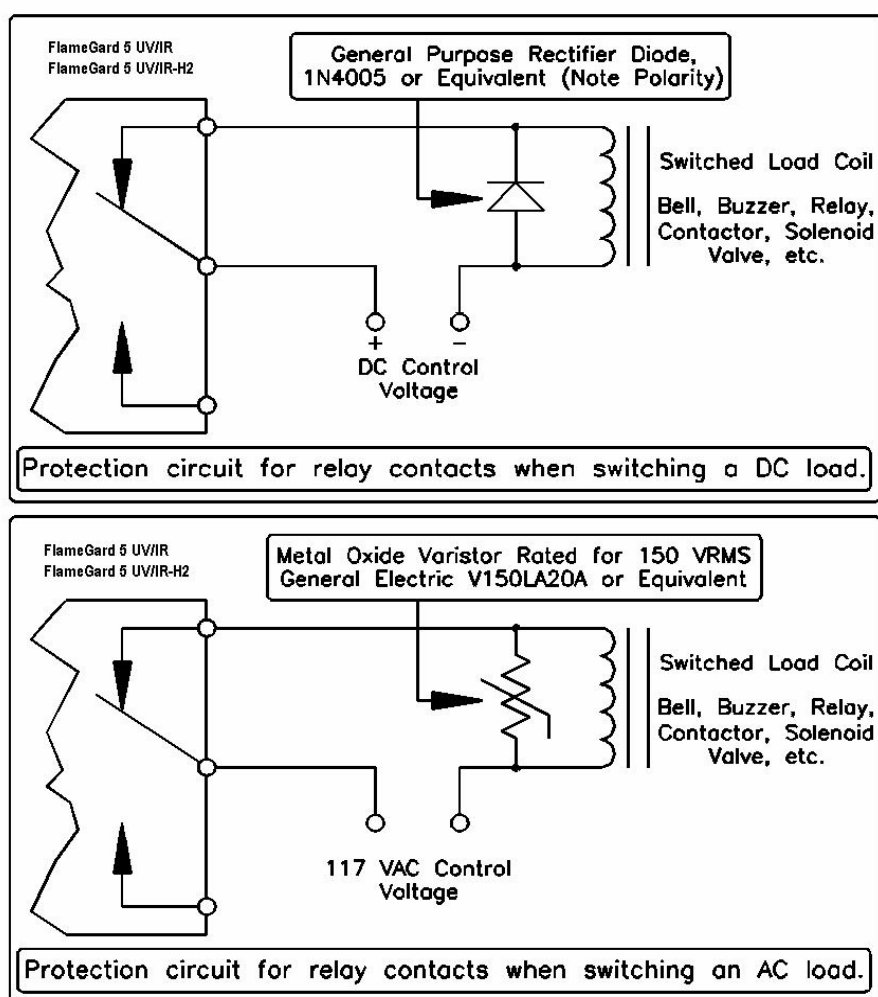

Рис. 18 Цепи защиты для контактов реле
**ПРЕДУПРЕЖДЕНИЕ** Контакты реле должны быть защищены от скачков напряжения и повышенного напряжения (рис. 18).
Это подключения для СИГНАЛЬНОГО реле SPDT (однополюсного двухпозиционного). Выход ТРЕВОГА появляется с задержкой 2, 4, 8 или 10 секунд. Время задержки можно установить по Modbus, HART или с помощью DIP-переключателя. Выход ТРЕВОГА может быть нормально под напряжением или нормально не под напряжением, с фиксацией или без фиксации. Эти варианты могут быть установлены по Modbus, HART или DIP-переключателем (раздел 4.4). См. рис. 18 относительно всех подключений реле.
**ПРЕДОСТЕРЕЖЕНИЕ** Индуктивную нагрузку (звонки, динамики, реле и т. д.) на сухих контактах реле необходимо заблокировать диодом, как показано на рис. 18. Не заблокированная диодом индуктивная нагрузка может приводить к выбросам напряжения свыше 1000 вольт. Выбросы такой величины могут вызвать ложное срабатывание и повредить датчик.